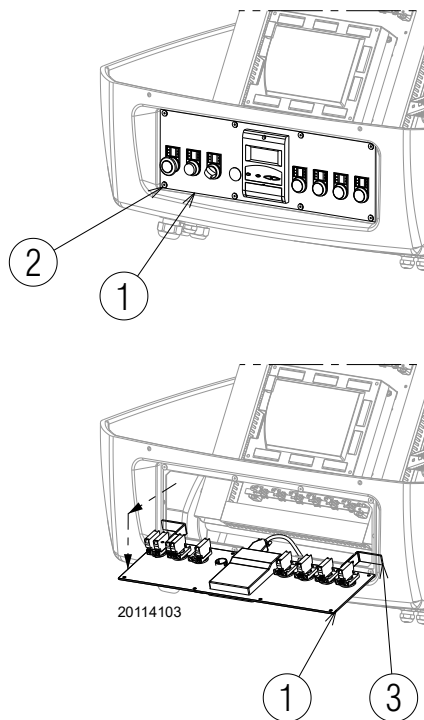

Fig. 40
- extraer el panel de mandos 1) y girarlo 90°, enganchándolo con los estribos 3) en el perfil del cuadro eléctrico como se muestra en la Fig. 40;